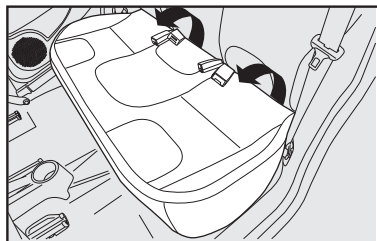

fig. 91
- Rebatir o assento do banco traseiro puxando-o para a frente **fig. 91**.